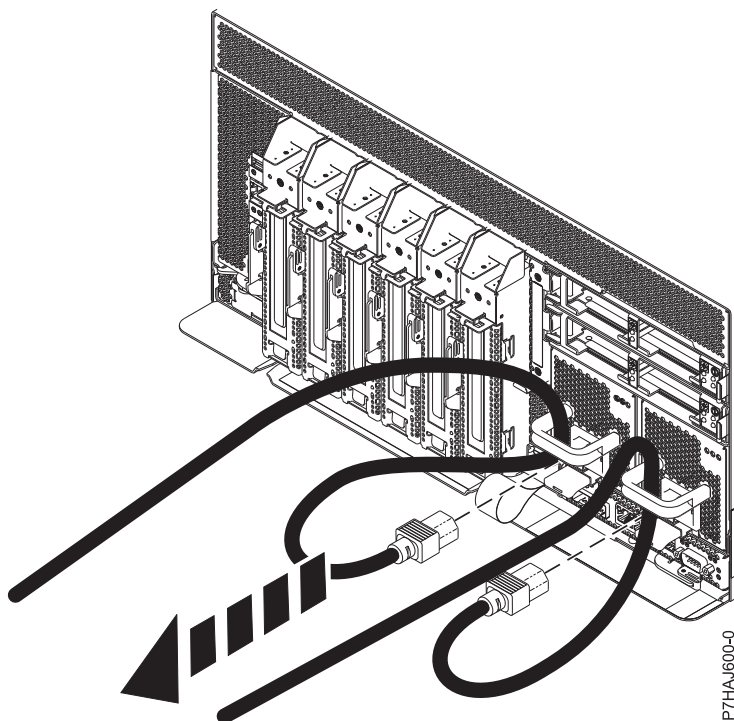

図 33. 電源コードの取り外し
3. 60 ページの図 33 に示すように、システム装置から電源コードを切り離します。